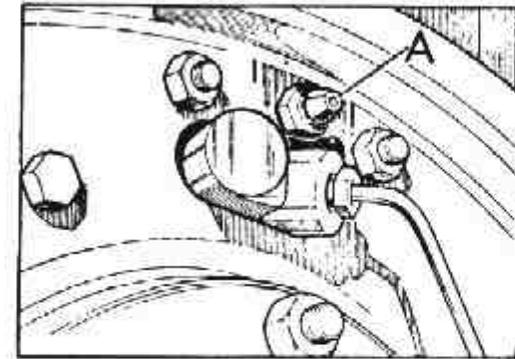

Fig. 104. Válvula de purga.
- 3.º Acoplar el extremo de una tubería a la válvula de purga de la rueda delantera derecha y el otro extremo se sumergirá en un recipiente con líquido de frenos (fig. 104).